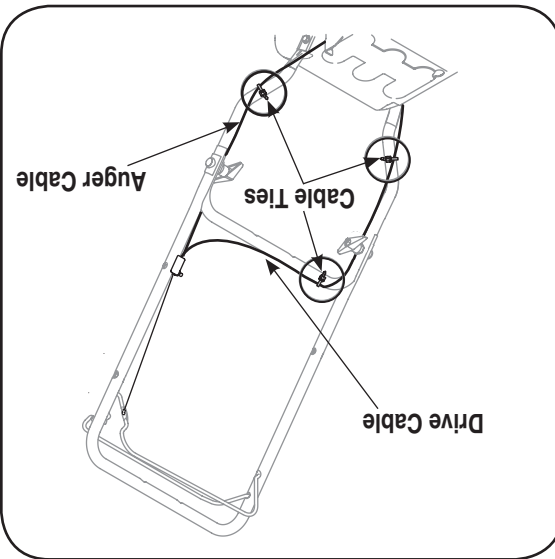

Figure 5
1. Vérifiez que le câble de la transmission reste parallèle au côté gauche du guidon supérieur, qu'il suit le dessus du guidon inférieur, et reste ensuite parallèle au côté droit du guidon inférieur. Voir la Figure 5.
2. Trois attaches maintiennent les deux câbles de commande sur le guidon inférieur. Deux de ces attaches se trouvent sur les montants et la troisième se trouve sur la barre transversale du guidon inférieur. Serrez ces attaches pour maintenir le câble sur le guidon inférieur. Voir la Figure 5.